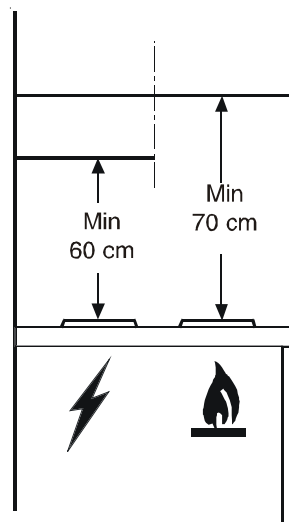

Рис. 4
- Монтаж вытяжного вентилятора должен осуществляться на высоте не менее чем 60 см над электрической плитой или не менее чем 70 см над газовой плитой или варочной поверхностью, работающей на смешанном виде топлива (рис. 4) .
Вытяжной вентилятор должен быть установлен на стене или под настенным навесным шкафом. Расстояние от установленного вытяжного вентилятора до электрической варочной поверхности должно составлять не менее 60 см и не менее 70 см до газовой варочной поверхности или варочной поверхности, работающей на смешанном виде топлива (рис. 4).